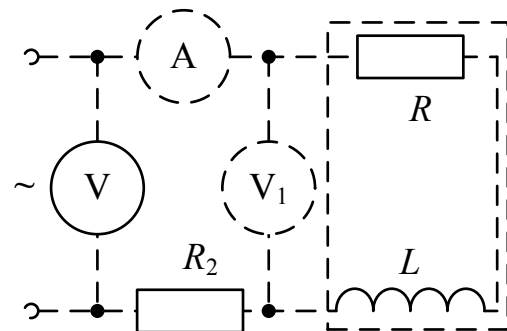
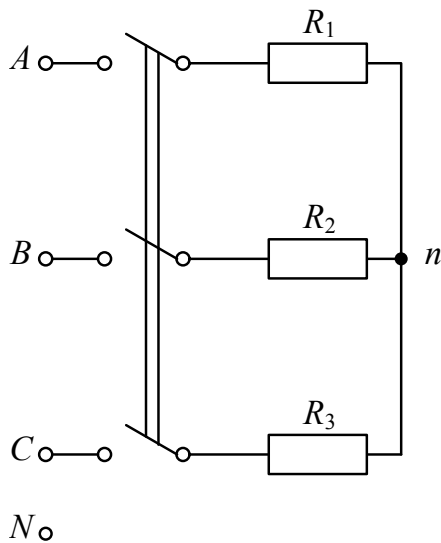

Рис. 2.2
Рис. 3.1
5. Записать уравнение первого закона Кирхгофа для схемы рис. 3.1 (ключ **К** замкнут,  $0 < R_1 < \infty$ ) и уравнение второго закона для схемы рис. 2.2 ( $0 < R_1 < \infty$ ) как для мгновенных, так и для комплексных значений токов и напряжений.
Несимметричная нагрузка в цепи без нулевого провода (рис. 3.1) вызывает появление напряжения между нейтральными точками приемника и генератора, что приводит к несимметрии фазных напряжений приемника.